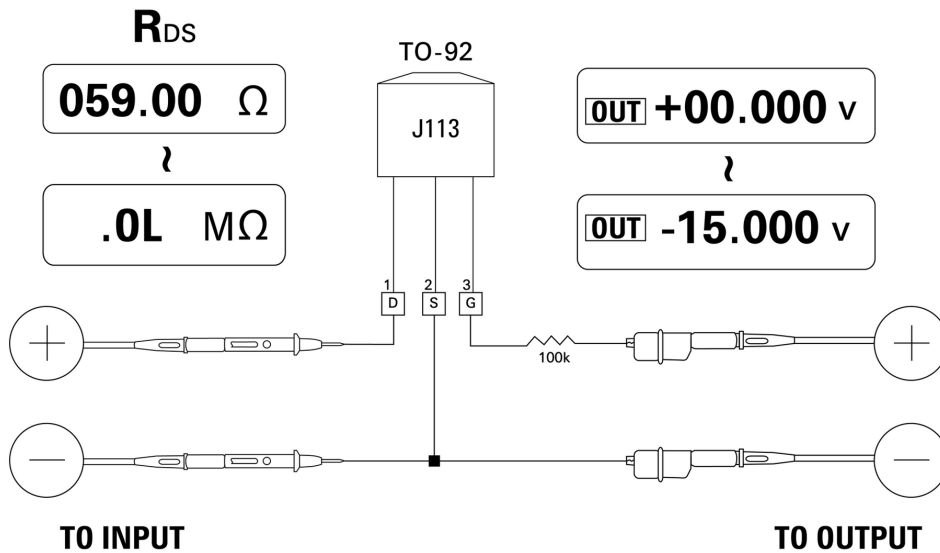

图 5-11 N 沟道 JFET
- 4 逐渐将电压输出从 +00.000 V 降低到 -15.000 V。相应地， R_{DS} 值会增加（第 106 页上的图 5-11）。